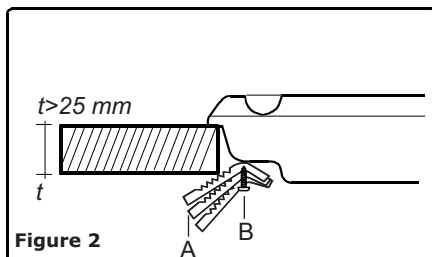

Figure 2
- Renversez le plan de cuisson et serrez les supports "A" (que vous pouvez raccorder à la cuisinière en deux positions différentes selon l'épaisseur du panneau de fixation comme indiqué dans la figure 2 ou 4) sur les trous de vis appropriés, sans serrer les vis "B" à ce moment précis.